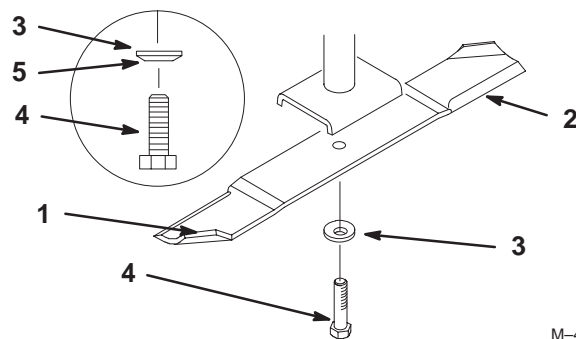
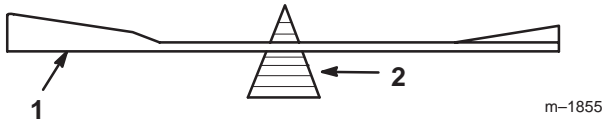

Figure 35
Figure 37
Tenez la lame à son extrémité avec un chiffon ou un gant épais. Retirez le boulon, la rondelle élastique et la lame de l'axe de la lame (Fig. 35).
2. Vérifiez l'équilibre de la lame en la plaçant sur un équilibreur (Fig. 37). Si la lame reste horizontale, elle est équilibrée et peut être utilisée. Si la lame est déséquilibrée, limez un peu l'extrémité de la partie incurvée seulement (Fig. 35). Répétez la procédure jusqu'à ce que la lame soit équilibrée.
1. Placez la lame sur l'axe (Fig. 35).
2. Installez la rondelle élastique et le boulon de la lame. Le cône de la rondelle élastique doit être dirigé vers la tête du boulon (Fig. 35). **Serrez le boulon de la lame à 115–150 Nm (85–110 pieds-livre).**